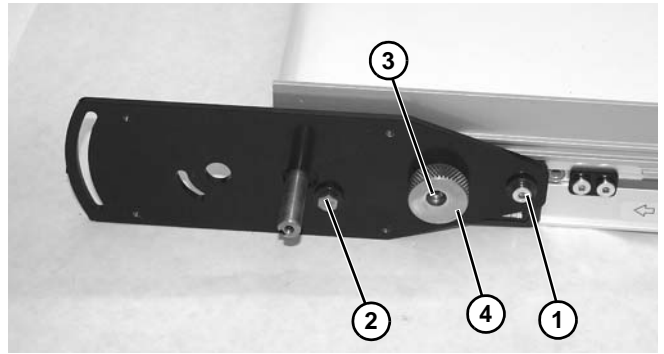

Figura 78
3. Afloje los tornillos (Figura 78, artículo 1, 2 y 3) en ambos lados del transportador. Gire la perilla de la leva (Figura 78, artículo 4) para quitar la tensión de la banda.